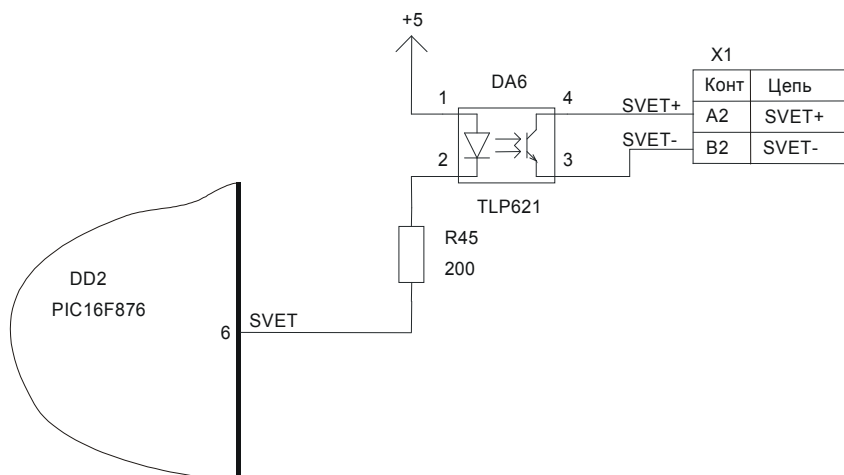

Рисунок 31. Управление блоком БИУ-Л
Для управления блоком БИУ-Л используется выход SVET (6) микропроцессора DD2 (рисунок 31). В зависимости от типа БИУ-Л микропроцессор формирует различные сигналы управления на этом выходе – просто статические уровни логического нуля и единицы или короткие частотные посылки. С выхода микропроцессора сигнал поступает на диод оптрона DA6. Резистор R45 ограничивает ток через диод на требуемом уровне. С выхода транзистора оптрона сигнал поступает на разъем X1 и далее на вход управления БИУ-Л (на рисунке не показано).